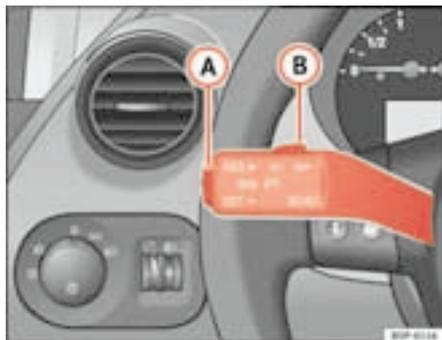

Fig. 139 Palanca de intermitentes y de luz de carretera: conmutador y tecla basculante para el regulador de velocidad
- Mueva el mando ⇒ fig. 139 (B) hacia la izquierda hasta la posición ON.